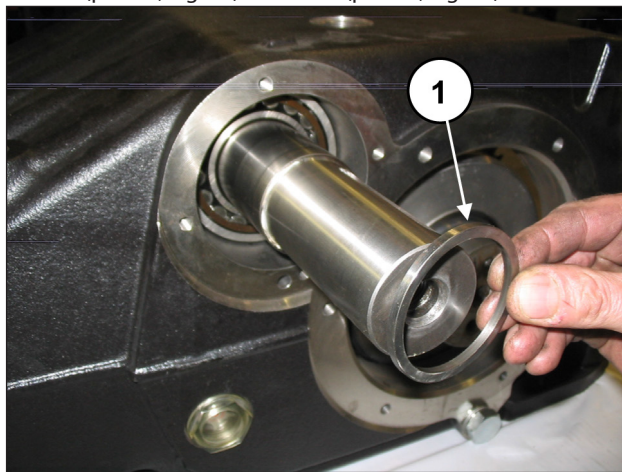
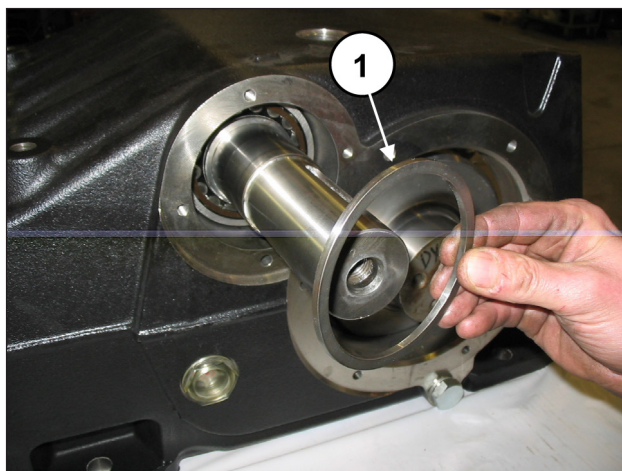

Fig. 60
Fig. 61
Em ambos os lados, insira os espaçadores do rolamento interior (pos. ①, Fig. 60) e exterior (pos. ①, Fig. 61).